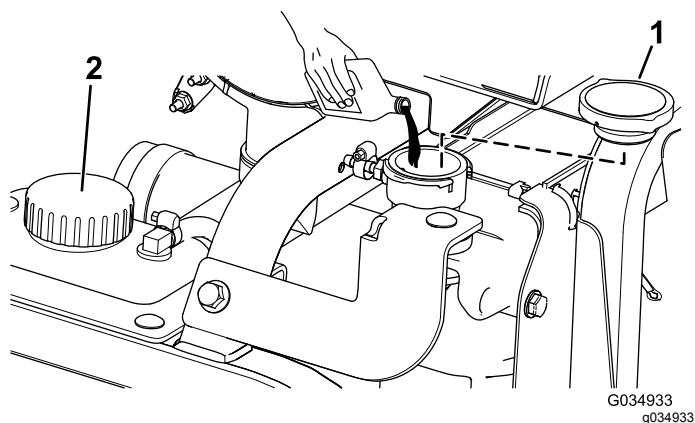

Figura 112
- 5. Llene el radiador de refrigerante hasta que el nivel de refrigerante llegue al borde del orificio de llenado (**Figura 112**).